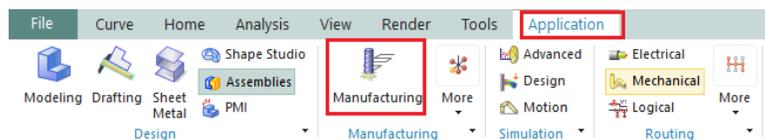

Figura 3.12 Pestaña **Application**, módulo de **Manufacturing**.
- En la **ribbon bar**, en la pestaña de **Application**, seleccionar **Manufacturing** (Figura 3.12).